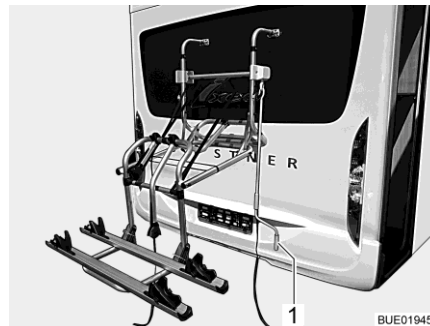

Fig. 4 Porte-vélos, abaissé
- Mettre en place la manivelle (Fig. 4,1) sur le porte-vélos et abaisser le porte-vélos à portée de main.